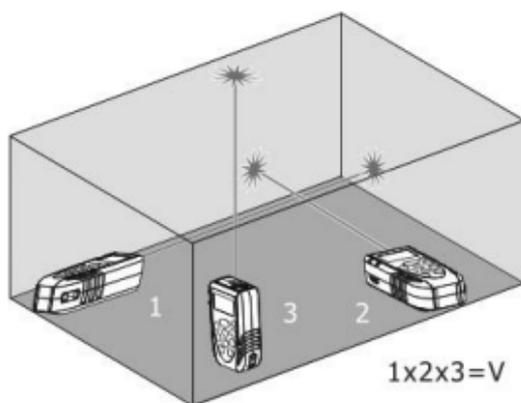

Fig. 6: Exemplo de medição do Volume
3. Premir o botão para efetuar a primeira medição (comprimento) da superfície (ver Fig. 6). O valor correspondente é inserido no primeiro display parcial. O símbolo "" é apresentado com o lado "1" intermitente
efetuar a segunda medição (largura) da superfície (ver Fig. 6). O valor correspondente é inserido no segundo display parcial. O valor da área correspondente é apresentado no display resultante. O símbolo “” é apresentado com o lado “2” intermitente
5. Premir agora o botão  para efetuar a terceira medição (altura) (ver Fig. 6). O valor total do volume é apresentado no display principal resultante